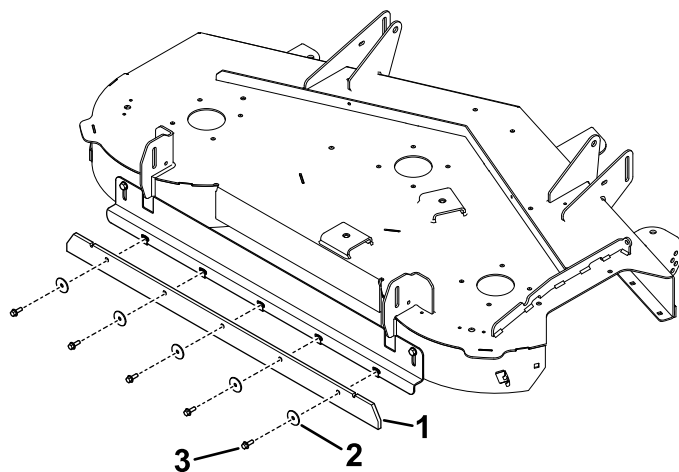

Figure 12
8. Fixez le racloir sur le support à l'aide de 5 boulons ($\frac{1}{4} \times \frac{3}{4}$ po) et 5 rondelles (Figure 12).